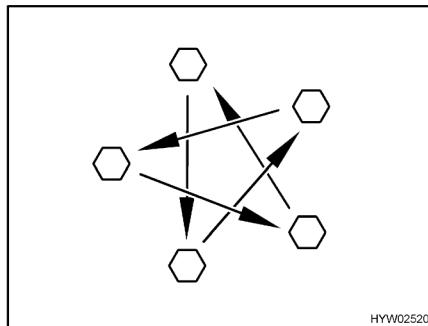

Fig. 128 Serrare a croce i dadi o i bulloni delle ruote
- Controllare regolarmente il serraggio dei dadi o dei bulloni. Regolare il serraggio dei dadi delle ruote o dei bulloni delle ruote di una ruota sostituita dopo circa 50 km (Fig. 128).
- Se si utilizzano cerchioni nuovi o riverniciati, regolare il serraggio dei bulloni o dei dadi dopo altri 1000 - 5000 km (Fig. 128).